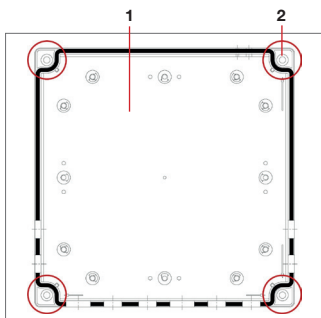

Fig. 4.2 - ComfoZone Box behuizing
1. Bevestig de ComfoZone Box (Fig. 4.2, pos. 1). met vier pluggen en schroeven (Fig. 4.2, pos. 2) aan de wand. Gebruik pluggen en schroeven geschikt voor het materiaal van de betreffende wand.